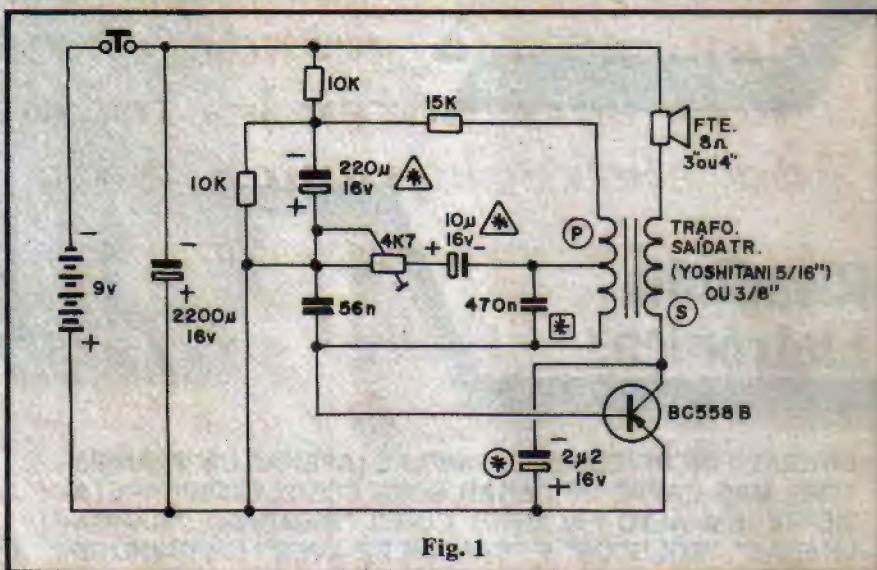

Fig. 1
A fig. 1 mostra o "esquema" da RISEL, com sua incrível centralização em um único transistor BC558B (que pode, na verdade, ser experimentalmente substituído por qualquer outro PNP de silício, baixa ou média potência, alto ganho, para uso geral em áudio). Basicamente trata-se de um oscilador que funciona por realimentação indutiva (proporcionada pelo transformador de saída). O secundário (S) do transformador, diferentemente da ligação ortodoxa, não fica em paralelo com o alto-falante, mas em série com este, formando assim a carga de coletor do transistor (recebendo, assim, a corrente já amplificada pelo BC558B).
Conforme foi dito no início, são muitas as possibilidades de se "fugar" no circuito, buscando novos efeitos, ou mesmo um "aperfeiçoamento" do riso básico, se este não estiver "ao gosto do freguês". Seguindo a TABELINHA DE MODIFICAÇÕES, o hobbysta experimentador poderá obter muitos sons que, eventualmente, nada mais terão que ver com "risada"... Piados, cacarejos, soluços e coisas assim, poderão ser conseguidos a partir de modificações experimentais nos valores dos componentes-chave (aqueles indicados com asteriscos, no "esquema" da fig. 1).